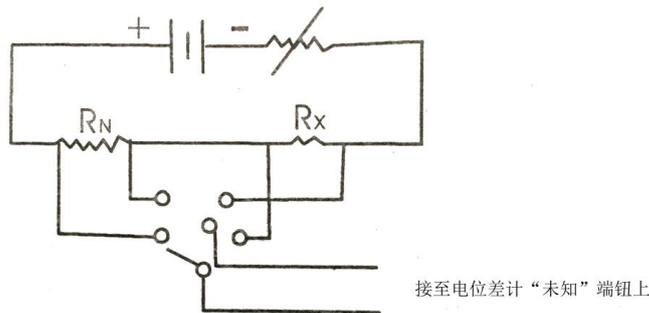

图5
- (1) 按图 5 线路连接，标准电阻和被测电阻串联式连接。